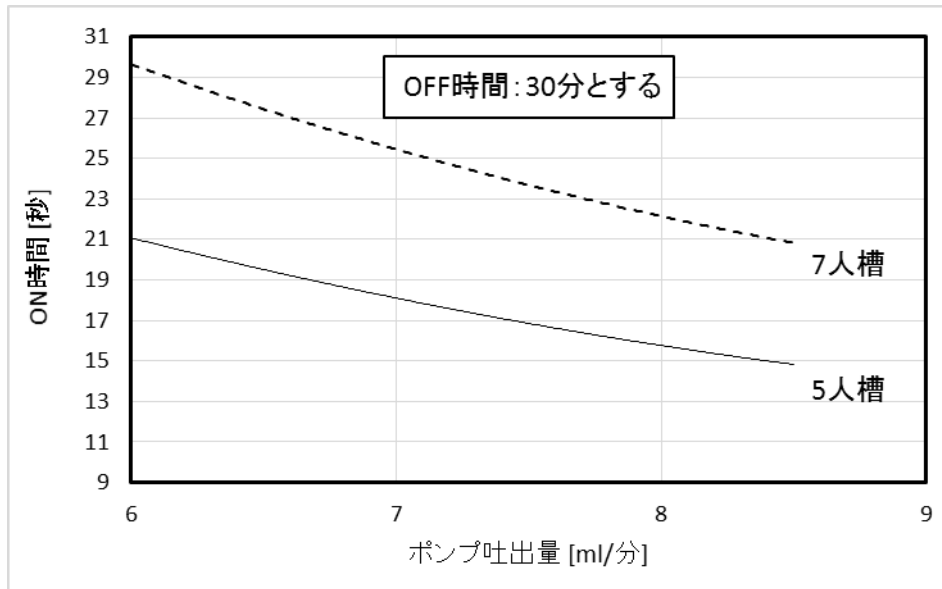

図 1 5、7 人槽におけるポンプ吐出量と ON 時間の関係
- ④PAC の吐出先は浄化槽内部の硝化液循環兼汚泥移送管の掃除口です(p9 参照)。掃除口に取り付けた PAC 移送チューブ導入ホース固定具から PAC 移送チューブ導入ホースを外し、チューブの先端から PAC が出ることを確認してください。なお、初回稼働時やポンプ及びチューブ等交換時はチューブの中が空ですので、吐出先から PAC が出てくるまで 9 分程度かかります(吐出チューブが 5m の場合)。
- ⑤吐出量を測定し、8.5mL/分程度であるか確認してください。吐出量が標準値(8.5mL/分)の-10~-20%であれば図 1、2 に基づき 5、7 人槽は ON 時間を、10 人槽は OFF 時間を調整してください。